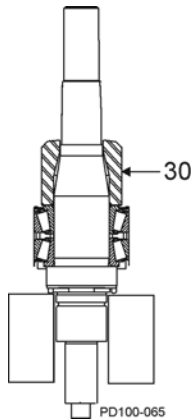

Abbildung 82 - Montage des Lagerdistanzstücks
9. Montieren Sie das Lagerdistanzstück (Abbildung 82, Pos. 30).